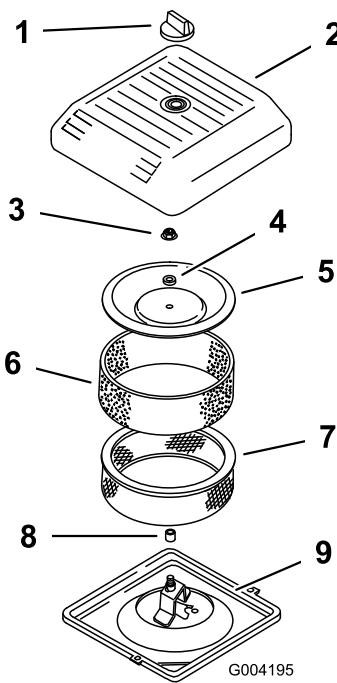

図 18
- エアクリーナのカバーを固定しているノブを外し、カバーを取り出す(図 18)。
- ペーパー・エレメントについているスポンジ・エレメントを注意深く外す(図 18)。
- カバーナットを外し、カバー、スペーサ、ペーパー・エレメントを外す(図 18)。
- エアクリーナのベースにエアクリーナ・アセンブリを取り付ける(図 18)。
- カバーとスペーサを元どおりに取り付け、ナットで固定する(図 18)。ナットを 241.30 cm-lb (1.0 kg. m) にトルク締めする。
- エアクリーナのカバーを元通りに取り付け、ノブで固定する(図 18)。